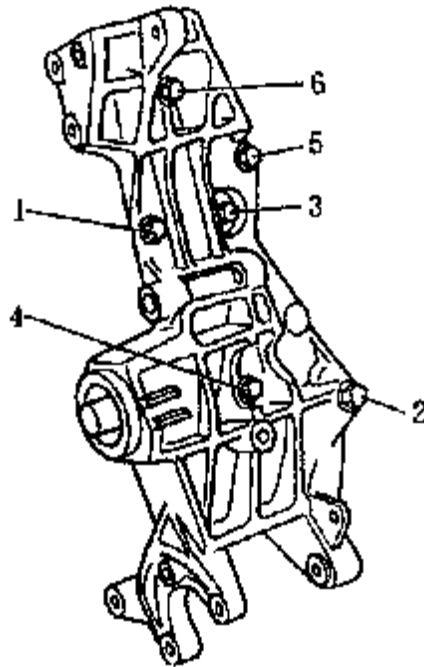
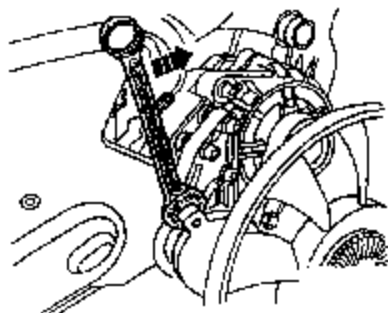

图 4-28 发电机、叶片泵及粘液型风扇支架
图 4-33 松开张紧装置
安装时将粘液型风扇紧固件拧紧至 $45\text{N} \cdot \text{m}$, 装上多楔皮带, 安装锁固定支架及连接件。将锤头螺栓装入冷却液泵的钻孔内, 再将发电机、叶片泵及粘液型风扇的支架及冷却液泵置于缸体上, 然后按下列顺序将螺栓用 $25\text{N} \cdot \text{m}$ 力矩拧紧, 如图 4-28 所示。
如图 4-33 所示，放松多楔皮带，沿图 4-33 所示箭头方向转动张紧装置，拆下多楔皮带，放开张紧装置。
(1) 将多楔皮带装到减震器、粘液型风扇及发电机的皮带轮上，如有必要，可用一合适的工具向上拉皮带，沿图 4-33 箭头所示方向转动张紧装置，最后将多楔皮带装到叶片泵皮带轮上，松开张紧装置，检查多楔皮带是否正确就位。多楔皮带的位置见图 4-28 所示。